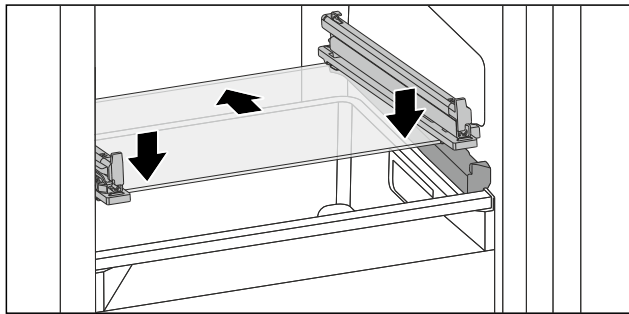

Fig. 141 Glasplatte des abklippbaren Schubfachs
- Glasplatte schräg hinter den Stopperrn aufsetzen. (siehe Fig. 141)